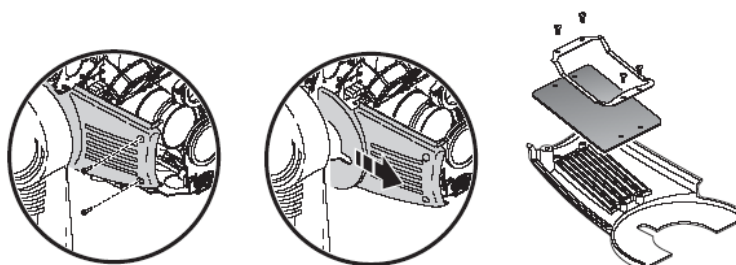

Рисунок 21: Замена воздушного фильтра
6. См. Рисунок 21. С каждой стороны головного блока выкрутите по 2 винта, которые держат панели. Выдвиньте панели и снимите их. Снимите винты и крепежи с воздушного фильтра. При необходимости почистите фильтрующие элементы. Замочите их в мыльном теплом растворе, после чего промокните насухо. Если фильтры в плохом состоянии, замените их. Установите фильтры и панели.